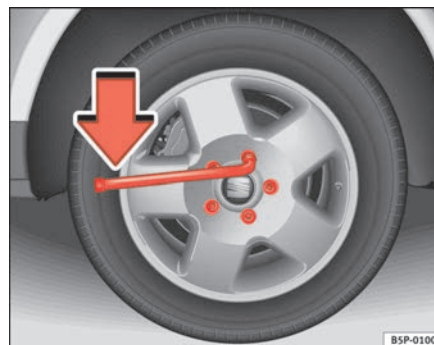

Abb. 175 Radwechsel:
- Greifen sie das Ende des Radschlüssels und drehen Sie die Schraube etwa eine Umdrehung nach **links** ⇒ Abb. 175.